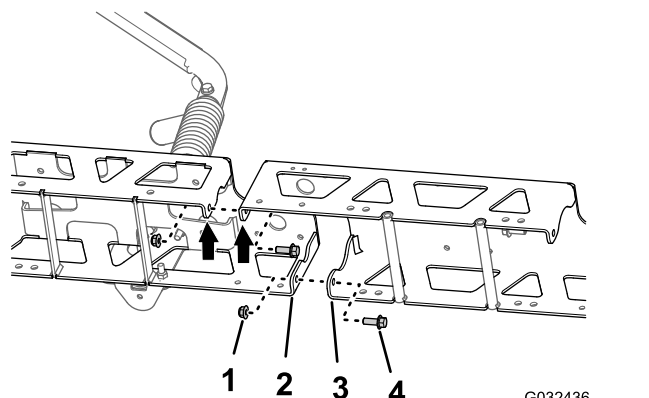

図 52
1. センターブームエクステンションの垂直フランジについている穴を、トラスフレームの穴に合わせる 図 52。
2. センターブームエクステンションをトラスフレームに仮組み付けする 図 52 ステップ 1 センターブームのトラスを取り外す (ページ 24) で取り外したフランジヘッドボルト (3/8 x 1 インチ) 2 本とフランジロックナット 3/8 インチを使用する。
- センターブームエクステンションの垂直フランジについている穴を、もうひとつのトラスフレームについている穴に合わせる 図 52。
- センターブームエクステンションをこのトラスフレームに仮組み付けする 図 52 ジオリンクスプレシシステム仕上りキットに入っているフランジヘッドボルト 3/8 x 1 インチ 2 本とフランジロックナット 3/8 インチ 2 個を使用する 図 52。